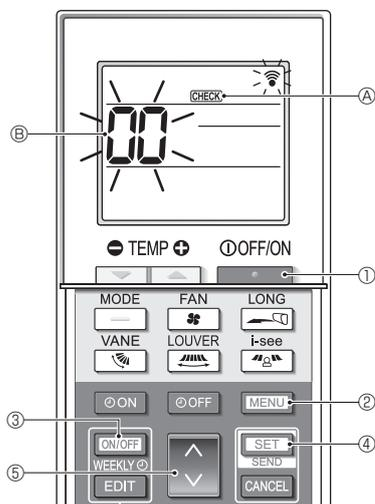

Fig. 7-6
■ Selvkontrol (Fig. 7-6)
- Tryk på [TÆND/SLUK]-knappen ① for at stoppe klimaanlægget.
- Hvis ugetimeren er aktiveret (WEEKLY er slået til), skal du trykke på [ON/OFF WEEKLY]-knappen ③ for at deaktivere den (WEEKLY er slået fra).
- Tryk på [MENU]-knappen ② i 5 sekunder.
- Tryk på [↓]-knappen ⑤ for at vælge køleadressen (M-NET-adresse) ⑥ for den indendørs enhed, som du vil udføre selvkontrol for.
- Tryk på [SET]-knappen ④.
- Tryk på [TÆND/SLUK]-knappen ①.
- CHECK tændes, og køleadressen (M-NET-adresse) ⑥ slukkes, og selvkontrollen er udført.